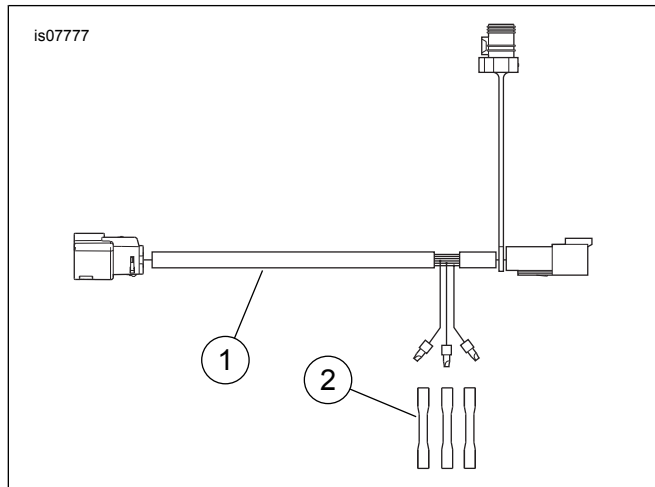

Figura 1. Parti di ricambio, cablaggio del collegamento elettrico
Vedere Figura 1 e Tabella 1.
2. **Gli accessori con connettore femmina Deutsch a quattro vie** si collegano direttamente al cablaggio del collegamento elettrico o all'adattatore per accessori elettrici. **Accessori collegati all'alimentazione con tre fili singoli:** Vedere Figura 1. Tagliare i fili dell'accessorio (o degli accessori) ad una lunghezza che consenta di raggiungere facilmente i tre fili singoli del cablaggio di collegamento elettrico. Tagliare i cappucci dei fili dai tre fili del cablaggio.